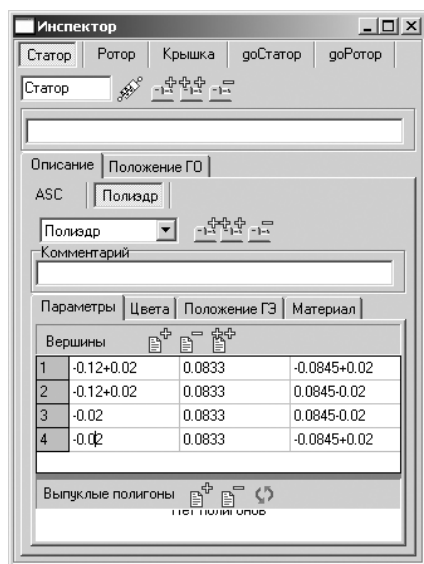

Рис. 2.96. Окно **Инспектор** с координатами точек **Полиэдра**
- установите остальные точки полиэдра (2, 3 и 4) с координатами, показанными на рис. 2.96.